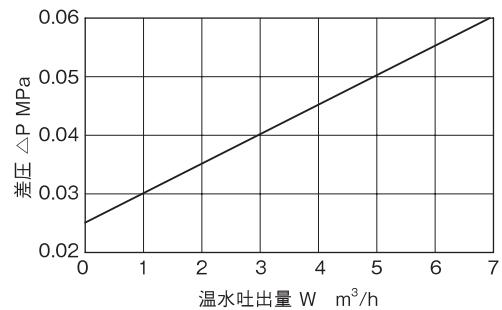

図6 装置前後における必要差圧
- 5.2 温水を本装置の設置階より高層階で使用する場合や、温水使用箇所までの配管抵抗が大きい場合には、図 6 から装置前後の必要差圧を求めて、給湯圧力を確認してください。
6.2 装置前後の必要差圧（図6参照）